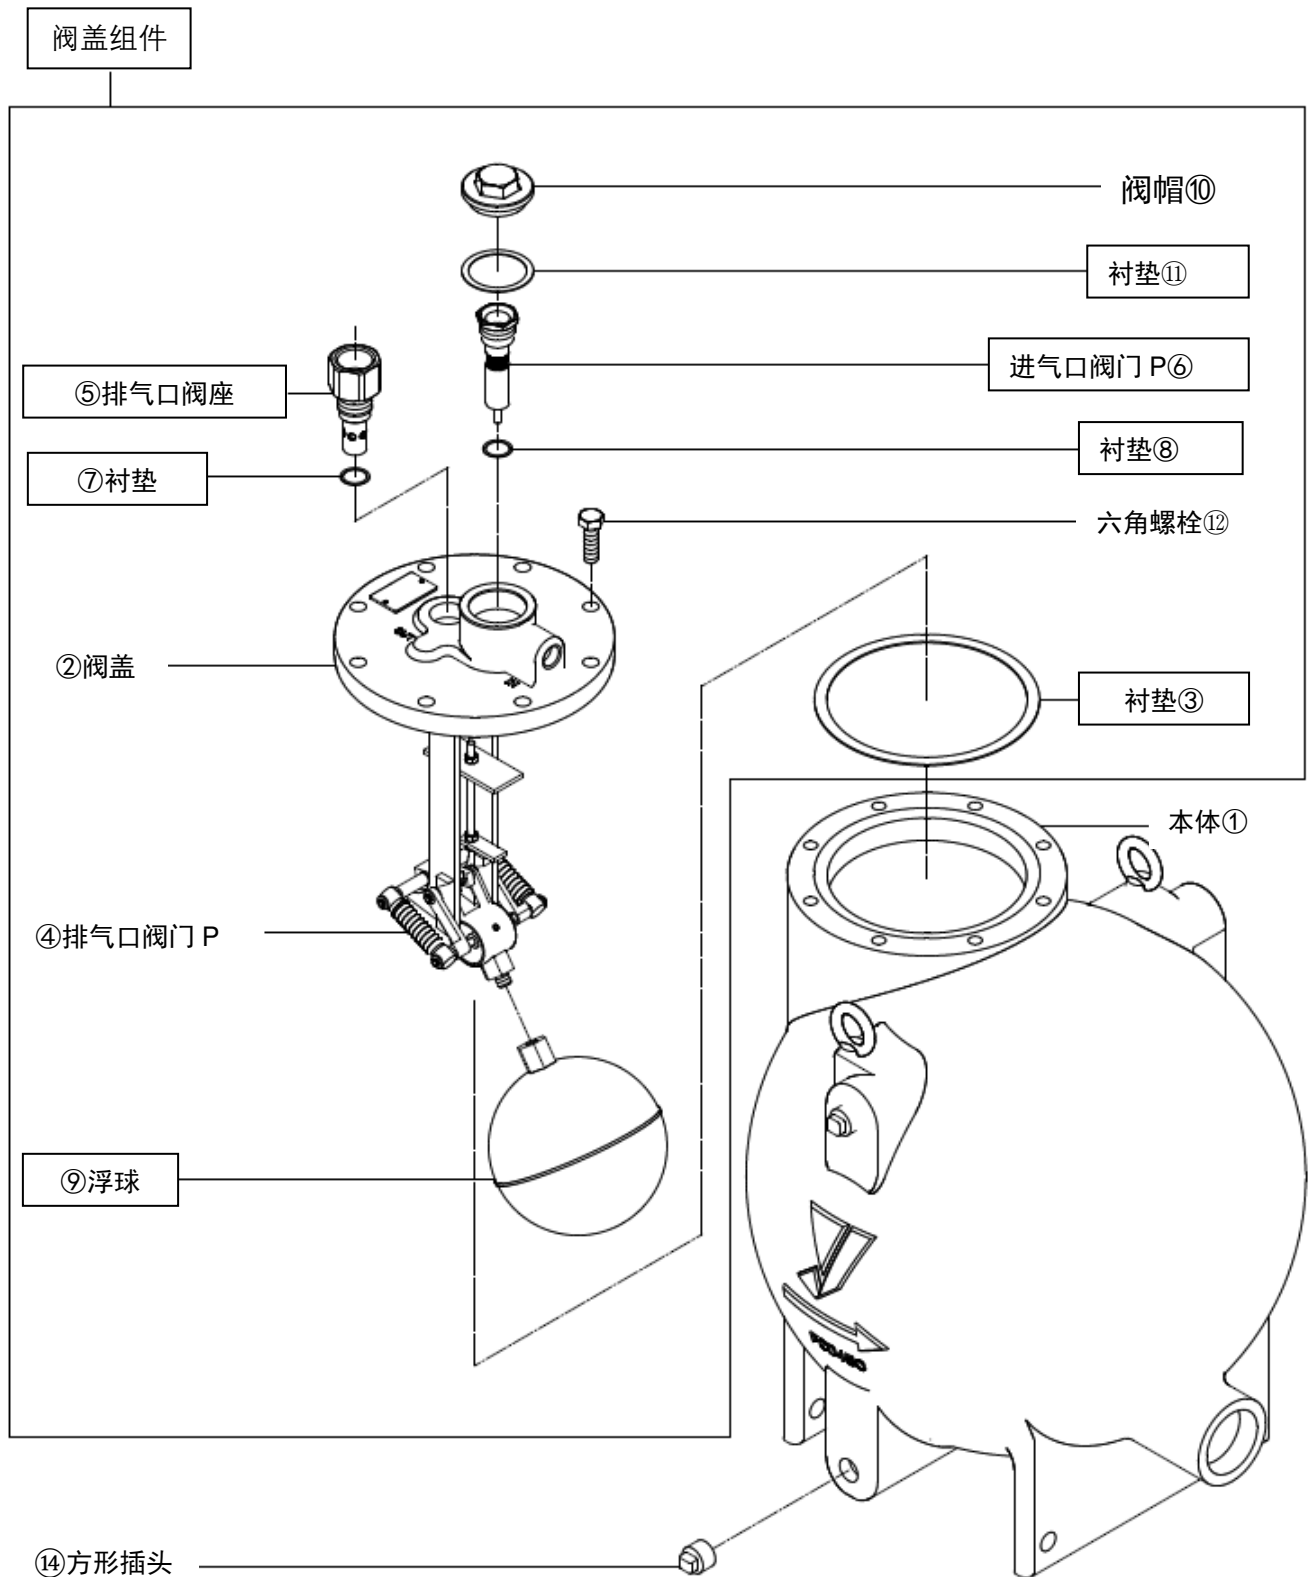

图8：分解图
8.4.1 拆解、组装时的警告和注意事项（圆圈数字编号请参照图 8）
8.4.2 拆解方法（参照图 8）
8.4.3 组装方法（参照图 8）